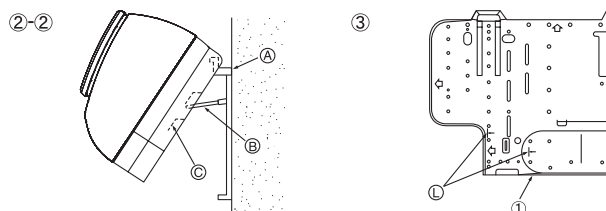

Fig. 3-6
- ②-② Die Innenanlage durch Einhaken in die Stützteile (am Montagebrett angebracht), wie dargestellt, bis zu den Rippen auf der Rückseite der Anlage anheben. (Fig. 3-6)